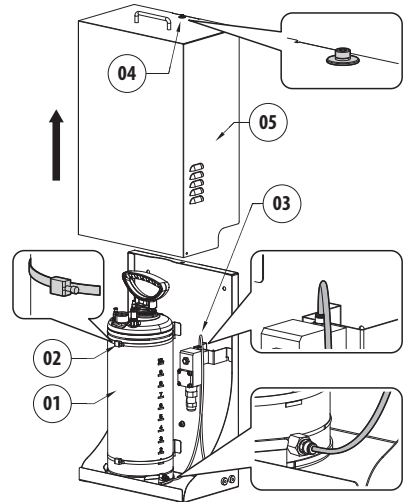

Abb. 4
Bei den Installations- oder Wartungsarbeiten der Pumpe kann der Tank in Position gelassen oder entfernt werden (Abb. 4, Seite 10). Um den Tank (01) zu entfernen, die Metallschellen (02) betätigen und die Anschlussleitung (03) aushaken.